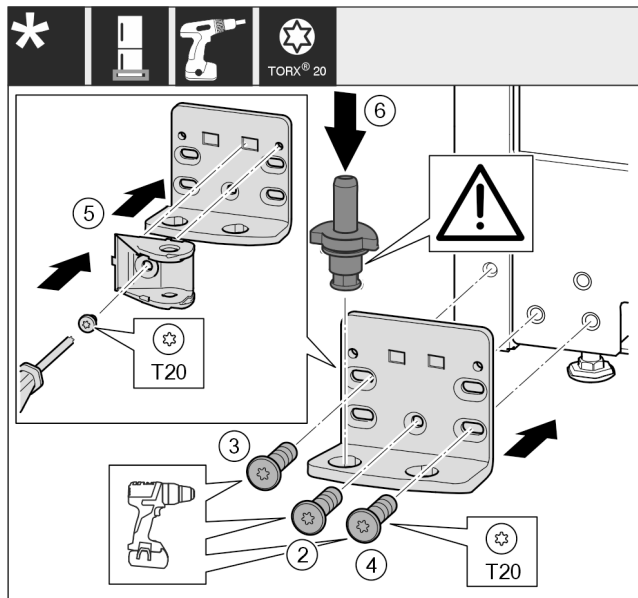

Fig. 49 *
- Установите опорный кронштейн с другой стороны и прикрутите с помощью отвертки. Начиная с винта Fig. 49 (2) снизу в центре.*
- Затяните винт Fig. 49 (3) и винт Fig. 49 (4).*
- Поверните соединительный элемент амортизатора закрывания дверей Fig. 49 (5) на 180°. Прикрутите с другой стороны опорного кронштейна с помощью отвертки.*
- Снова установите опорный палец Fig. 49 (6) в сборе. При этом проследите за тем, чтобы выступ фиксатора был направлен назад.*